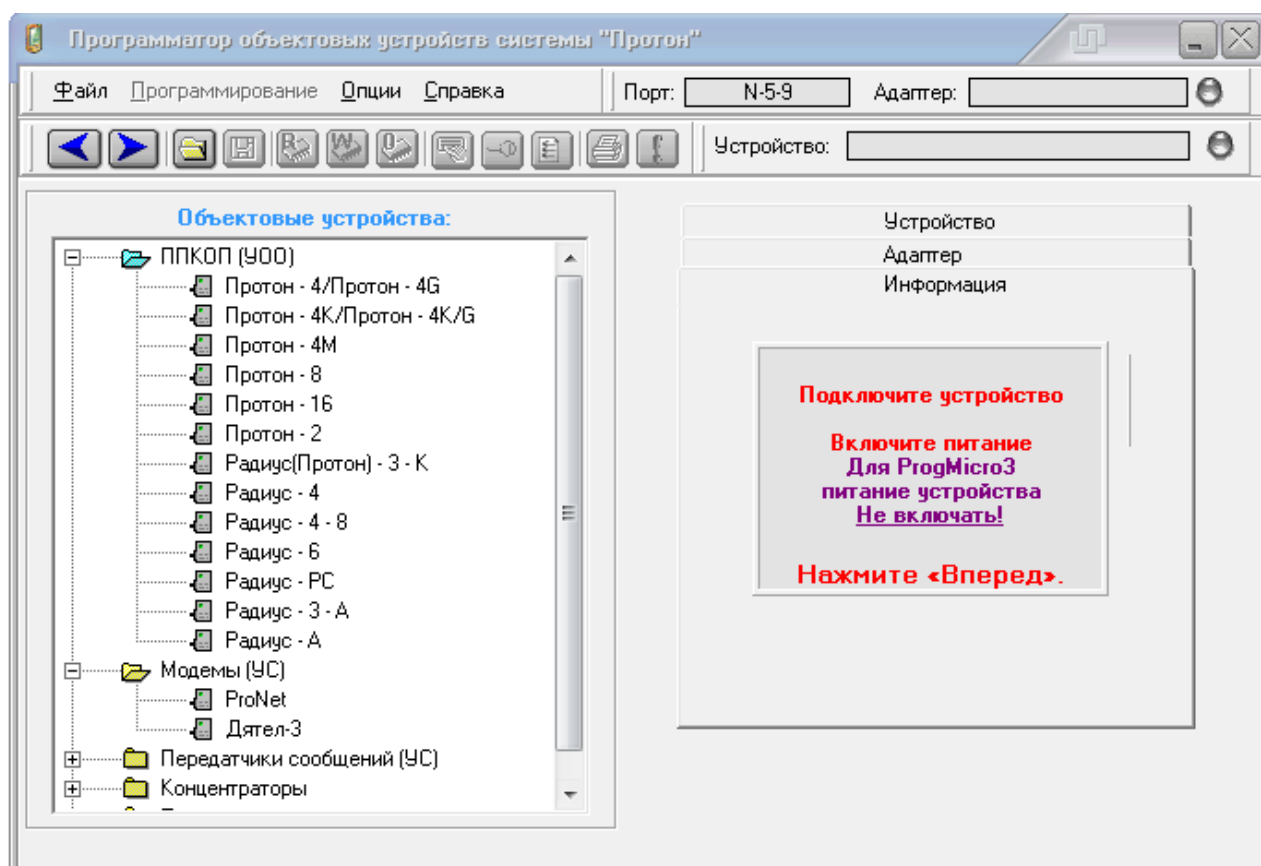

Рисунок 3.1
4) в окне выбора устройства выбрать необходимое устройство (рисунок 3.1).